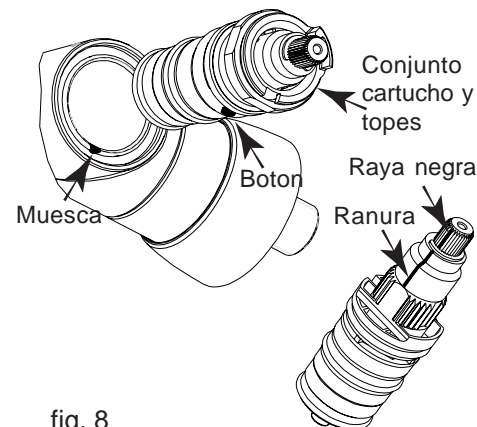

fig. 8
- Asegurarse que la raya negra esta correctamente alineada con la ranura (fig. 8).